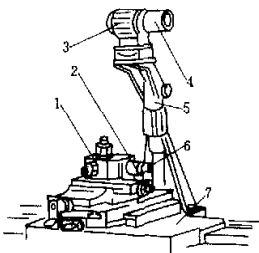

图 2
(1) 改造的关键, 即以床上的铲磨装置为基本样本, 根据 C6132 床鞍的实际情况, 自制了车床用的磨削装置, 其结构如图 2 所示。磨床后端带轮与电动机带轮用线带连结。调整电动机支架, 使电动机的高度和倾斜度正好挂上线带。调整磨轴架的中心与车床主轴与尾座